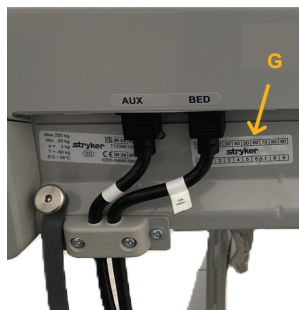

Figura 34 – Etiqueta del contador de calibraciones
4. Retire la etiqueta actual del contador de calibraciones de la báscula (Figura 34).
6. Pegue la etiqueta del contador de calibraciones de la báscula perforada al producto (Figura 34).